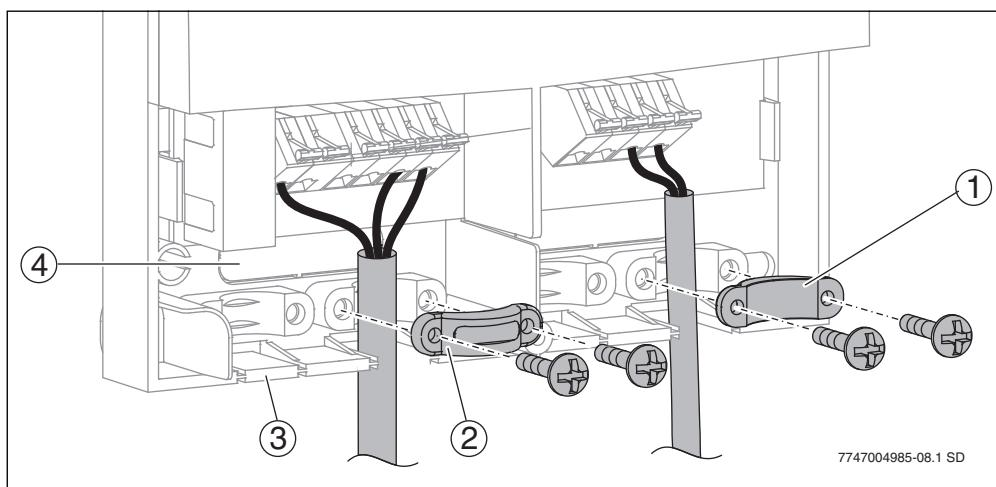

Fig. 11 Passagem e fixação dos cabos
De acordo com a situação de instalação, os cabos podem ser passados por trás (→ fig. 11, pos. 4) ou por baixo (→ fig. 11, pos. 3) para a caixa.
- Retirar a passagem de cabos (→ fig. 11) com uma faca, para que não restem arestas afiadas.